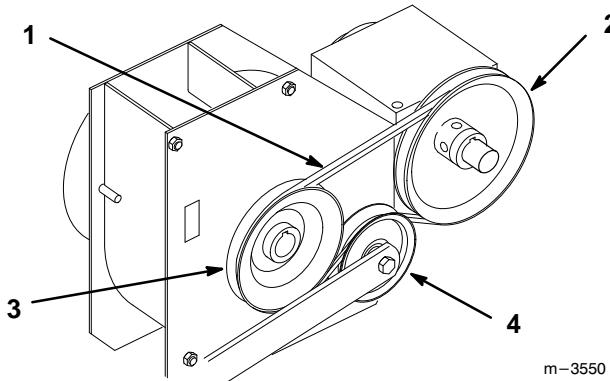

Figure 51
2. Soulever le bras de poulie de tension tiré vers le bas par un ressort, derrière la boîte d'engrenages de la prise de force (PdF), pour relâcher la pression sur la courroie de ventilateur (Fig. 51). Attacher le bras dans la rainure du châssis comme illustré à la figure 7.
4. Monter une nouvelle courroie de ventilateur sur les poulies de la boîte d'engrenages de PdF et du ventilateur, puis soulever le bras de poulie de tension et mettre la courroie en place sur la poulie de tension (Fig. 51).
5. Contrôler l'alignement de la courroie par rapport aux poulies de PdF, de ventilateur et de tension (Fig. 51).